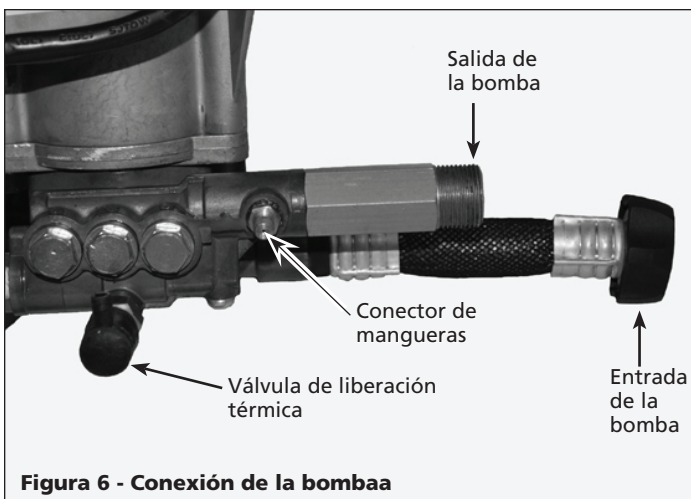

Figura 6 - Conexión de la bomba
3. Asegure la manguera de jardín (no se incluye) a la conexión de entrada de la bomba (Ver Figura 6).